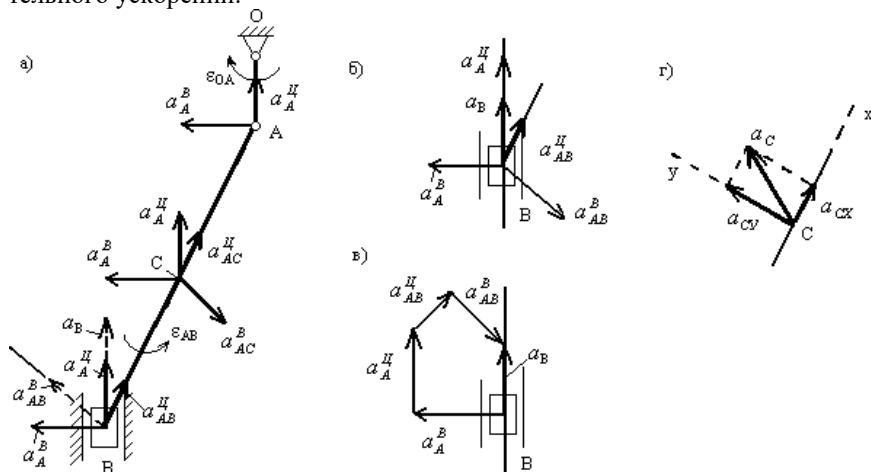

Рис. 115
2. Определение ускорений точек и углового ускорения звена (рис. 115) Ускорение точки  $A$  складывается из вращательного и центростремительного ускорений:
Зададимся произвольно их направлениями по указанным линиям (рис. 115а). Эти ускорения определим из уравнений проекций векторного равенства (69) на оси координат. Знак в ответе показывает, соответствует ли истинное направление вектора принятому при расчете.
Выбрав направление осей  $x$  и  $y$ , как показано на рис. 115а получаем:
Ускорение  $\overline{a_B}$  направлено, как показано на рис. 115а.
Направление  $\overline{a_{AB}^B}$  противоположно показанному на рис. 115а.
Ускорение  $\overline{a_B}$  и все его составляющие с учетом их истинных направлений и масштаба показаны на рис. 115б.
Отложим из точки  $B$  согласно (69) в выбранном масштабе последовательно векторы  $\overline{a_A^B}$ ,  $\overline{a_A^{tt}}$ ,  $\overline{a_{AB}^{tt}}$  (рис.115в). Через конец вектора  $\overline{a_{AB}^{tt}}$  проведем прямую, параллельную вращательному ускорению  $\overline{a_{AB}^B}$ , т.е. перпендикулярно  $AB$ , до пересечения её с прямой, по которой направлено ускорение  $\overline{a_B}$ .
Ускорение точки  $C$  находим способом проекций (рис.115а):
$a_{Cx} = 11,2 \text{ см/с}^2$ ;  $a_{Cy} = 21,8 \text{ см/с}^2$ ;  $a_C = 24,5 \text{ см/с}^2$  (рис.115г).